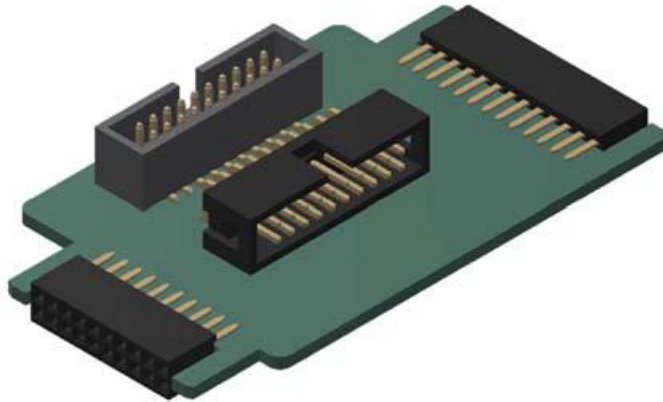

図 2 - Audio Grabber 専用アダプタ
Audio Grabber 用アダプタ（図 2）は、Ellisys アナライザの PRO, ENT エディションに標準添付されているロジック・ケーブル（図 4）を使用することで、I2S デジタル・オーディオ、UART、I2C や SPI などの一般的なオーディオ制御プロトコル、ロジック信号などを必要に応じて同期して記録することができます。ロジック・ケーブルの接続方法については、“ロジック・ケーブル - Bluetooth Tracker と Vanguard” の項を参照してください。
図 2 を見てください。左側のコネクタは Bluetooth Tracker または Vanguard のロジック・ポートに接続します。右側のコネクタは Bluetooth Explorer のロジック・ポートに取り付けます。中央には 2 つのコネクタがあり、奥のコネクタは BV1 / BTR1 用（BEX400 用は使用不可）のロジック・ケーブルを挿入するためのもので、もう一方は Audio Grabber（図 3 参照）を接続するためのものです。
1. 専用アダプタ (図 2) を用いて Audio Grabber を取り付ける場合は、必要に応じてロジック・ケーブル (図 4) をアダプタに接続し、そうでない場合はステップ 2 に進みます。